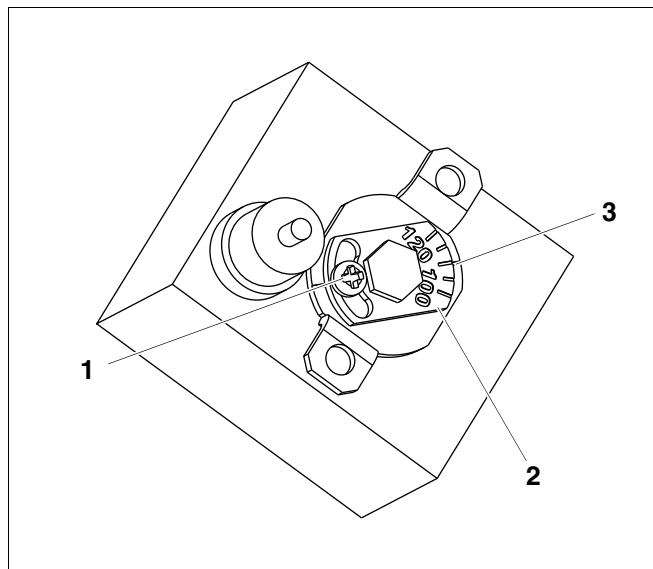

Рис. 3 Вариант А
### 2.2.1 Рис. 3 Вариант А
- Ослабить винт (Рис. 3, поз. 1).
- Настраечный винт с температурной шкалой (Рис. 3, поз. 2) установить на нужную температуру (Рис. 3, поз. 3).
- Затянуть винт (Рис. 3, поз. 1).